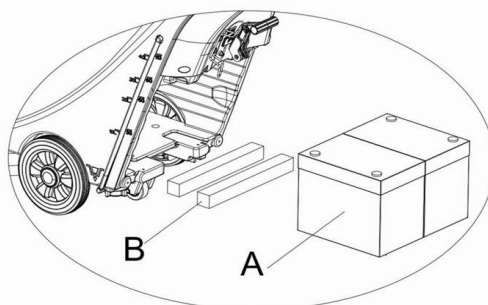

Figure 6
1. Pour une batterie de longueur inférieure à 270 mm, utilisez 2 parties de la platine de fixation (**B**, **Figure 6**) et placez-les côte à côte à l'intérieur de la batterie du réservoir d'eau;
2. Pour une batterie avec une longueur comprise entre 270 et 310, utilisez 1 partie de la platine de fixation (**B**, **Figure 6**) et placez-la à l'intérieur de la batterie du réservoir d'eau;